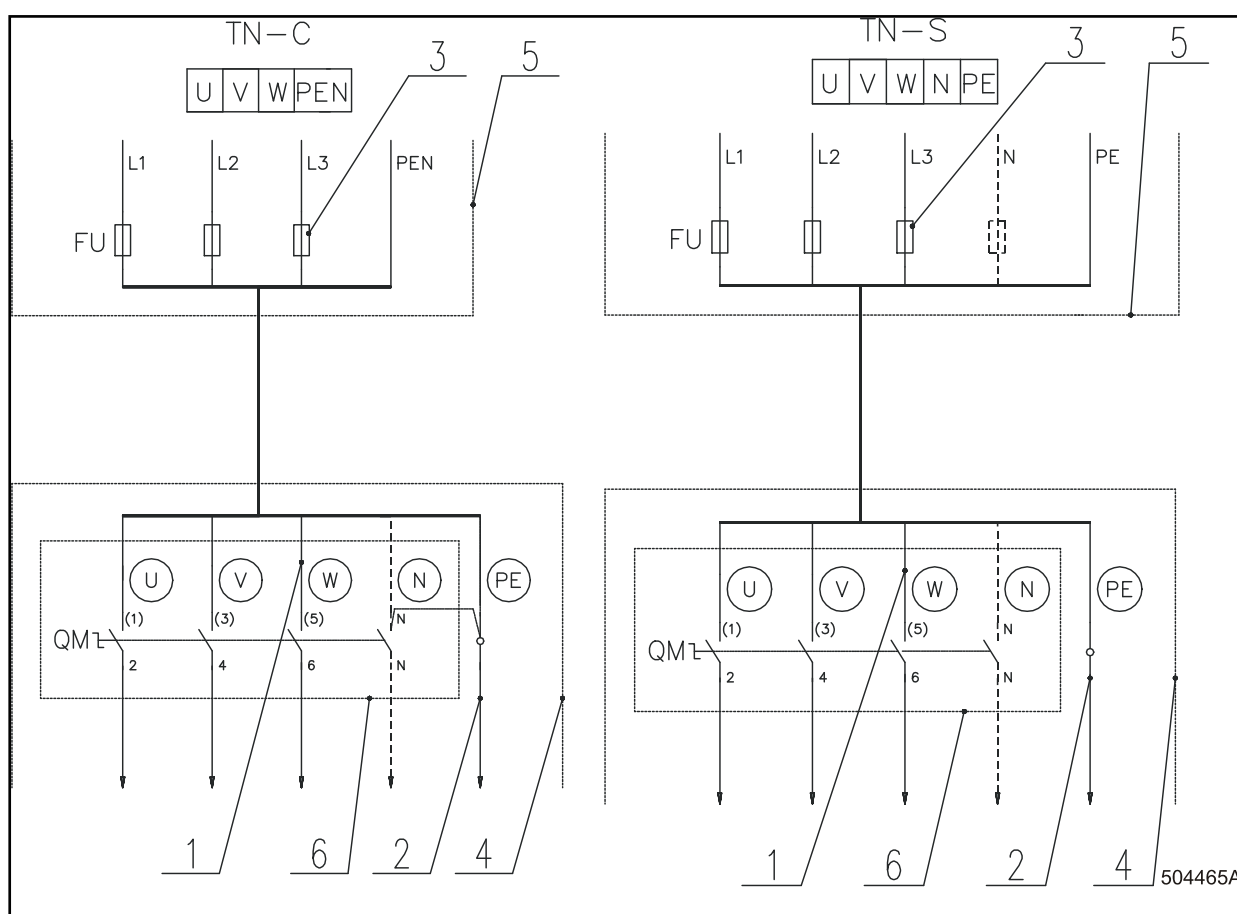

Figura 3.6.A.
- La macchina è costruita per il collegamento al quadro di distribuzione elettrico secondo la specifica del cliente. Viene collegato ai gruppi elettrogeni a quattro conduttori (TN-C) e cinque conduttori (TN-S) dei gruppi elettrici trifase, con il valore di tensione 380-415V 50/60Hz e 208-240V/50-60Hz. Per le macchine con il riscaldamento a gas è adatta anche versione monofase per i gruppi 208-240V/50-60Hz. Il collegamento alle reti elettriche è rappresentato in figura 3.6.A. Le macchine che non sono munite di un interruttore generale deve essere completo di un sezionatore secondo la normativa EN 60204-1, capitolo 5.3.
- Figura 3.6.A. – collegamento della macchina alla rete elettrica TN-C e TN-S senza interruttore differenziale.